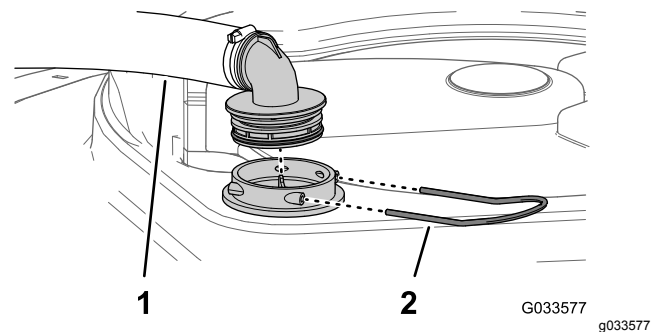

Рисунок 13
2. В верхней части бака опрыскивателя снимите держатель, который крепит шланговый штуцер, подсоединенный к большому шлангу, идущему от корпуса фильтра (Рисунок 13).
3. Отсоедините шланг и шланговый штуцер от корпуса фильтра (Рисунок 13).